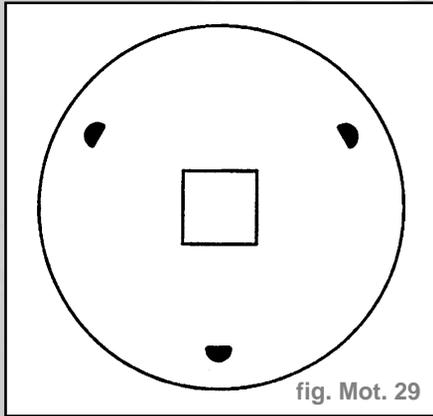

fig. Mot. 29
- Limer les trois pattes de l'outil de **1,5 mm** (fig. Mot. 29).